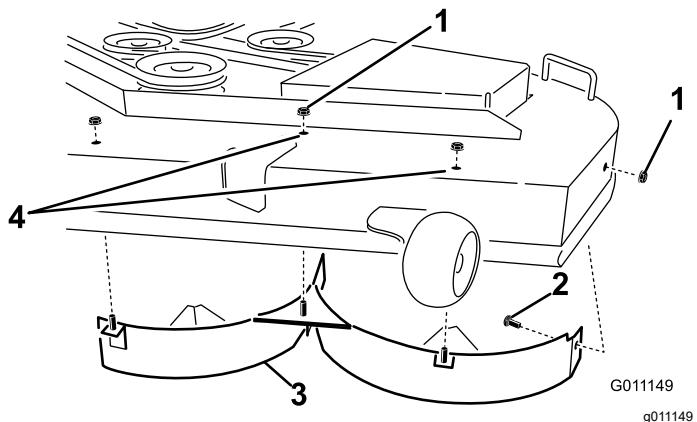

Bild 17
- Entfernen Sie die drei Sicherungsmuttern ( $5/16"$ ), mit denen die geschweißten Streben des linken Ablenkblechs oben am Mähwerk in der Mitte, links von der Mitte und in den linken Stellungen befestigt sind (Bild 17).
5. Entfernen Sie die Schlossschraube und die Sicherungsmutter an der Seitenwand des Mähwerks, die das linke Ablenkblech am Mähwerk befestigen (Bild 17).
6. Nehmen Sie das linke Ablenkblech vom Mähwerk ab (Bild 17).
7. Suchen Sie die zwei Schrauben in den losen Teilen und setzen Sie diese Befestigungen mit den vorhandenen Sicherungsmuttern in die Löcher im Mähwerk ein, die in Bild 17 abgebildet sind, um das Herausschleudern von Rückständen zu vermeiden.